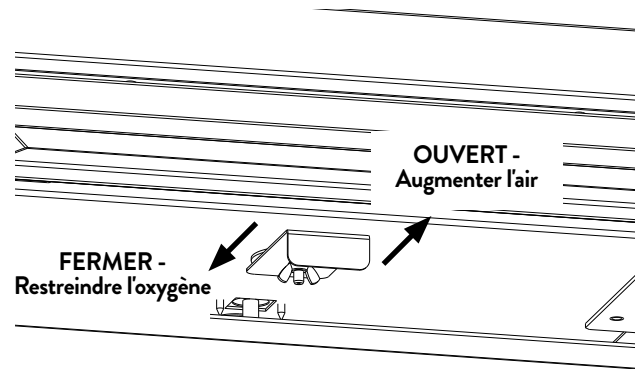

Figure 14.1.
1. Desserrez l'écrou à ailettes indiqué à la figure 14.1. Glissez la poignée de l'obturateur d'air vers l'avant vers vous-même pour ouvrir l'obturateur d'air et retournez-la pour fournir moins d'air. Avant d'effectuer tout réglage, commencez par le point médian de la plage totale de réglage.